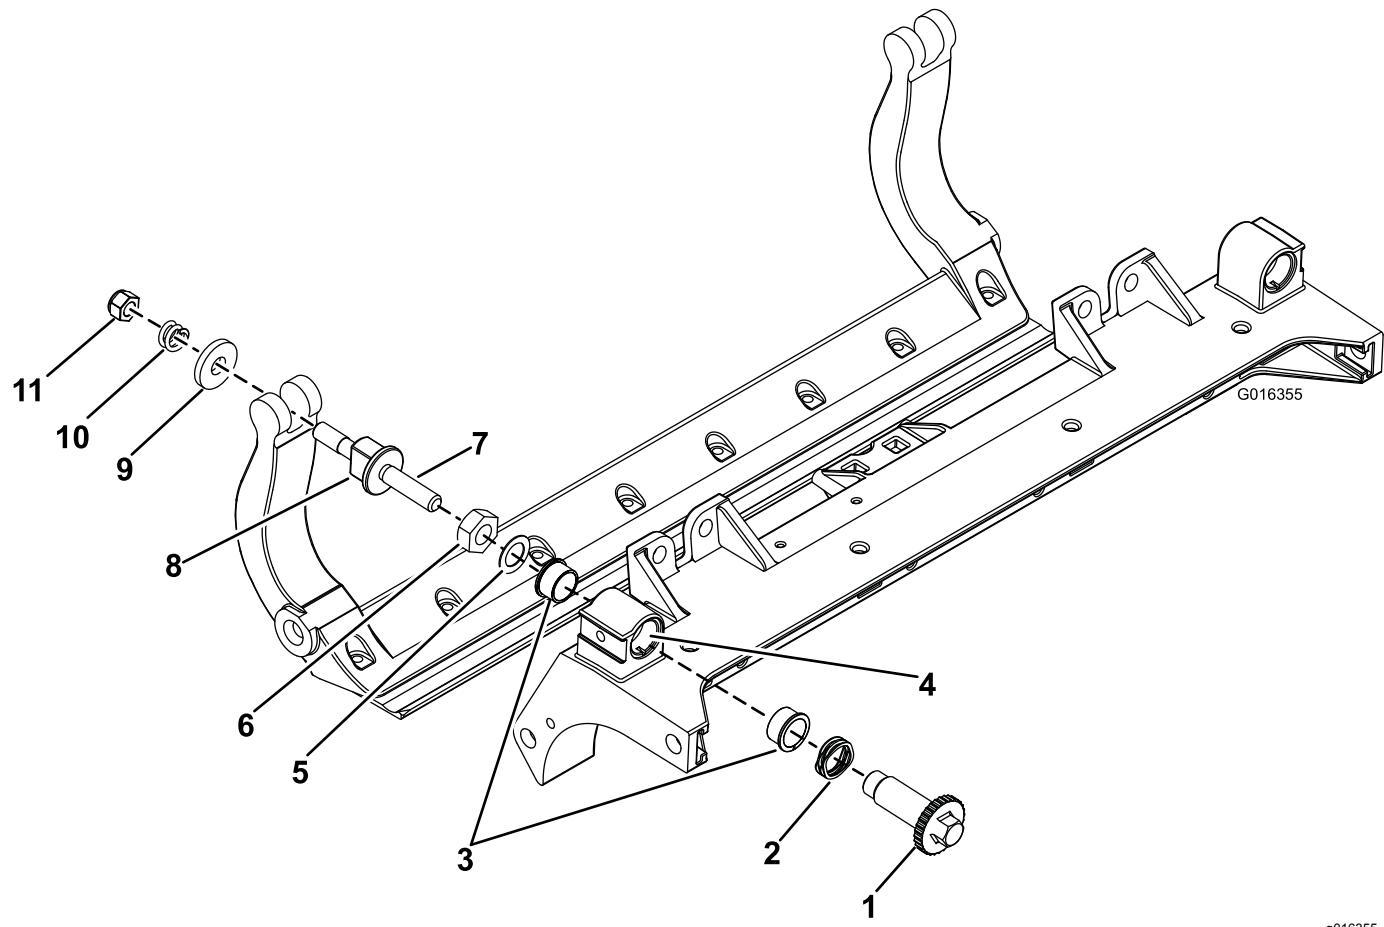

Figure 35
- B. Placez une rondelle en acier à l'extérieur de chaque rondelle en nylon (Figure 35).
1. Déposez toutes les pièces ; voir les *Instructions d'installation* du Kit DPA renforcé, modèle n° 120-7230 et Figure 35.
2. Appliquez du produit antigrippant à l'intérieur du logement des bagues sur le cadre central de l'unité de coupe (Figure 35).
3. Alignez les clavettes des bagues à embase sur les fentes dans le cadre, et mettez les bagues en place (Figure 35).
4. Posez une rondelle ondulée sur l'axe de réglage et insérez l'axe dans les bagues à embase sur le cadre de l'unité de coupe (Figure 35).
5. Fixez l'axe de réglage avec une rondelle plate et un contre-écrou (Figure 35). Serrez le contre-écrou à un couple de 20 à 27 N·m.